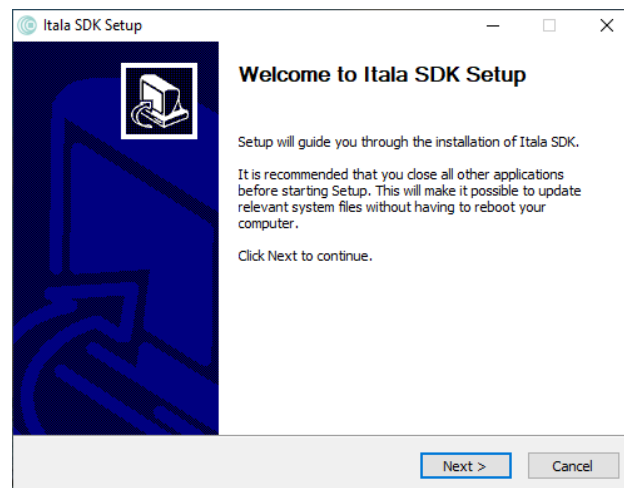

Figure 22: Itala SDK-Setup-Fenster.
2. Das Setup-Fenster des Itala SDK wird angezeigt: Befolgen Sie unbedingt die aufgeführten Anweisungen (Abb.22).